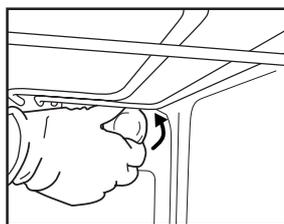

Fig.6
2. Desatornillar la tapa de la bombilla (Fig. 6), cambiar la bombilla (ver la nota sobre el tipo de bombilla) y volver a colocar la tapa atornillándola.